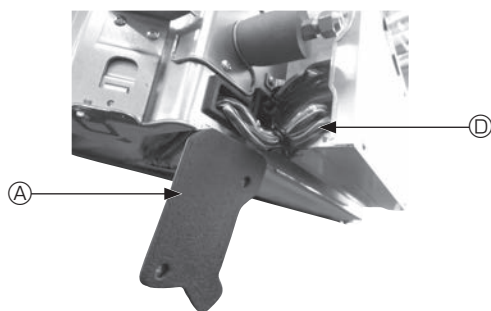

Fig. 5-4
- ① Retire los dos tornillos que sujetan la cubierta de alambre de la unidad principal, y luego abra la cubierta.
- ② Pase los cables del sensor i-See y del receptor de señales por las entradas de cable de la caja de componentes eléctricos, tal como se muestra en el diagrama y alrededor de los casquillos del lado de la unidad principal. (Fig. 5-4)